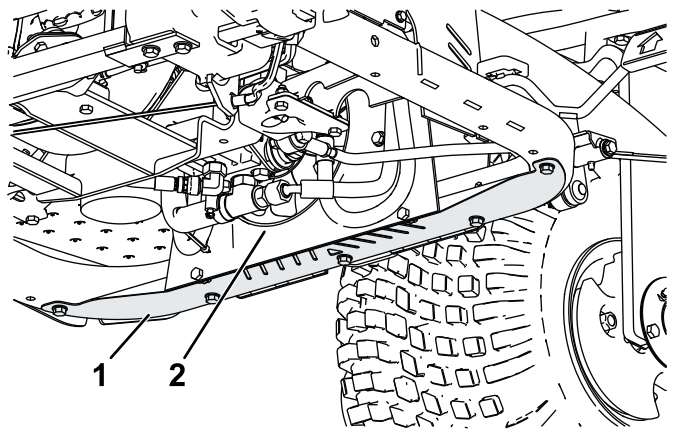

Figura 44
- Îndepărtați protecția de la partea inferioară (Figura 44).
- Folosind o tijă de aer comprimat, suflai aer între paletelile ventilatorului (Figura 44) pentru a forța materialul să iasă din locul în care a intrat.